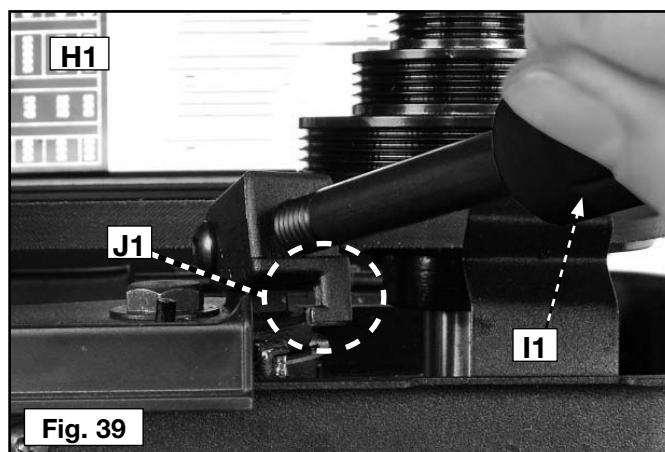

Fig. 39
1. Levante la tapa (H1) Fig. 39.
2. Mueva el mango de la palanca de tensión de la correa (I1) Fig. 39 hacia arriba y a la derecha y accione el gancho (J1) Fig. 39 (re cuadro) para sujetar el brazo de tensión en su lugar.